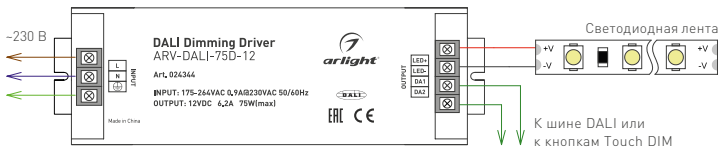

Рис. 1. Подключение блока питания.
- 3.3. Подключите светодиодную ленту или другой совместимый светодиодный источник света к выходу блока питания LED+ и LED- (см. Рис. 1). Строго соблюдайте полярность подключения!